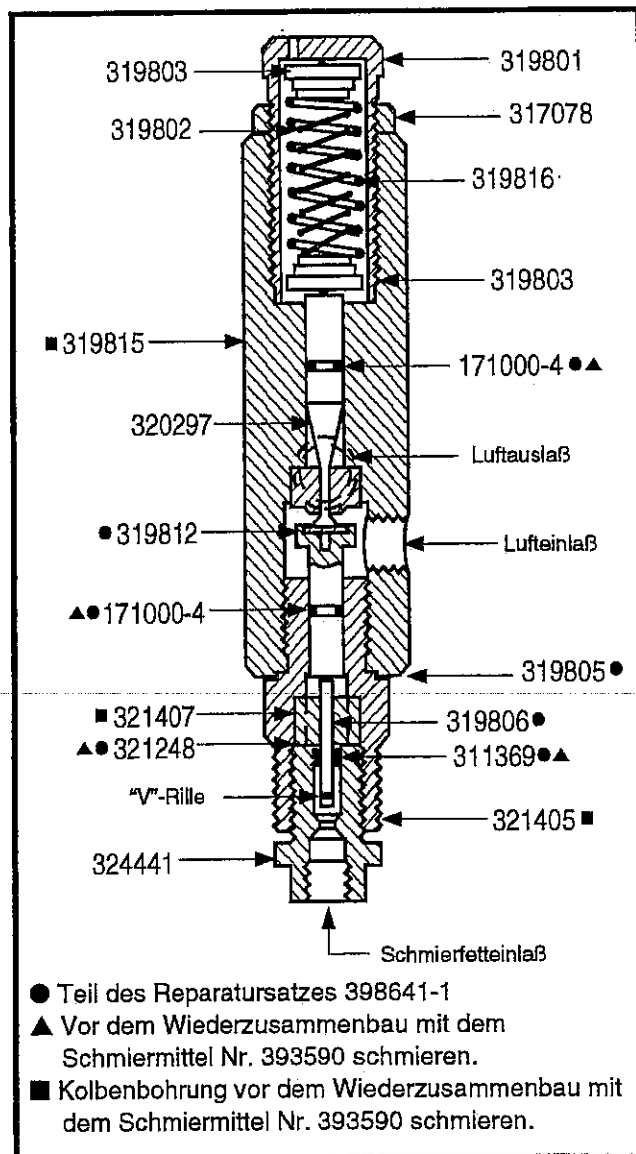

Abbildung 7: Pressurtrol-Einheit 319800-1
B. Demontage und Wartung des Pressurtrols: (Abbildung 7)
(Abbildung 7).
WICHTIG: Die Packung, die "O"-Ringe und die Kolbenbohrungen gemäß Abbildung 7 vor dem Wiederaufbau schmieren. Alle Dichtungen und dichtende Flächen soweit wie möglich gegen Schäden und Kratzer schützen.
398641-1 Zur Verwendung mit dem Pressurtrol (Abbildung 7)
ERSATZTEILLISTE – Pressurtrol (Abbildung 7)